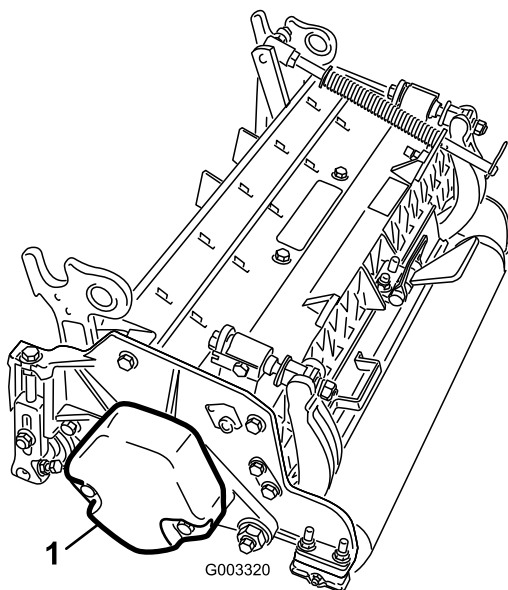

Figura 5
3. Asigurai-vă că ai montat contragreutatea (Figura 5) la capătul corespunzător al unității de tăiere, conform descrierii din *Manualul operatorului* unității de tăiere.